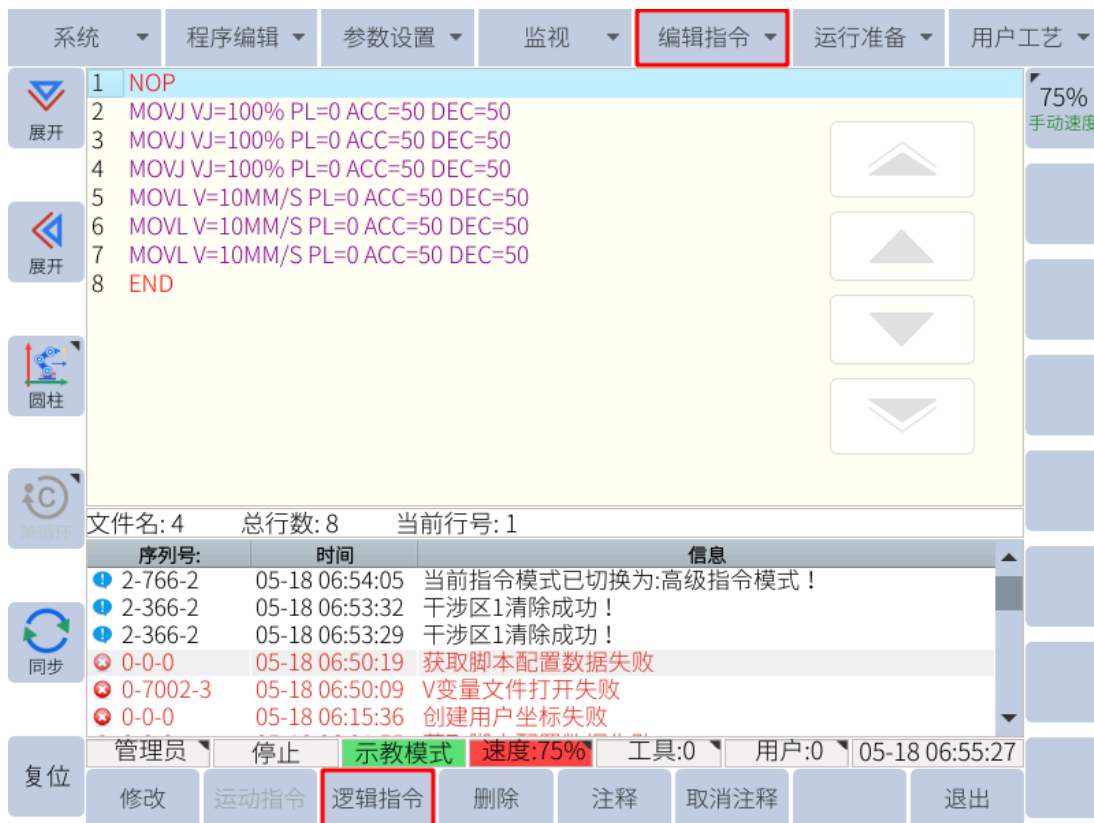

图 6-26：插入其他指令
2. 然后按主菜单下的“编辑指令”或“逻辑指令定制”在子菜单区选择要插入的指令，如图 6-26 所示。